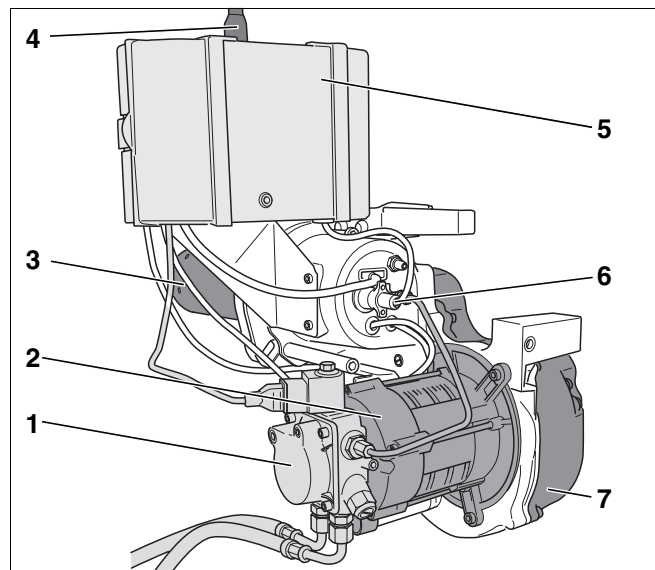

Рис. 1 Горелка Logatop BE 1.3 и 2.3
- топливный насос с электромагнитным клапаном и шлангами для дизтоплива (рис. 1, поз. 1)
- мотор горелки (рис. 1, поз. 2)
- труба горелки (рис. 1, поз. 3)
- цифровой автомат горения SAFe 10 с кнопкой подавления помех (рис. 1, поз. 5)
- датчик пламени (рис. 1, поз. 6)
- вентилятор (рис. 1, поз. 7)
Горелка (рис. 1) подключается к электросети через сетевой штекер (рис. 1, поз. 4) и коммуникационным проводом соединяется с системой управления.